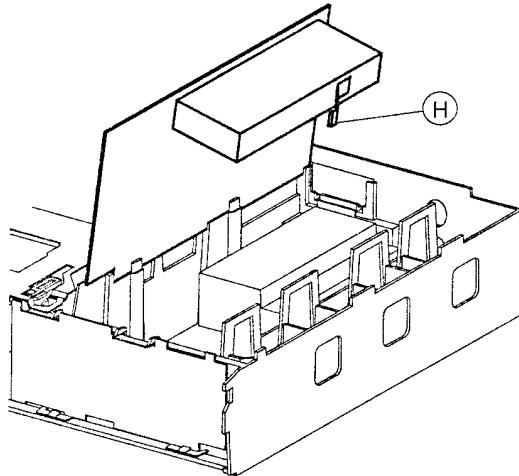

Fig. 4
- Vor dem Austausch der Tuner/Modulator-Baustein Massefeder (H) (Fig. 4) entfernen und diese unbedingt am Austauschbaustein anbringen.
See Fig. 4.
- Before replacing the Tuner/Modulator Module, remove the chassis spring (H) (Fig. 4) and ensure that it is fitted to the replacement module.